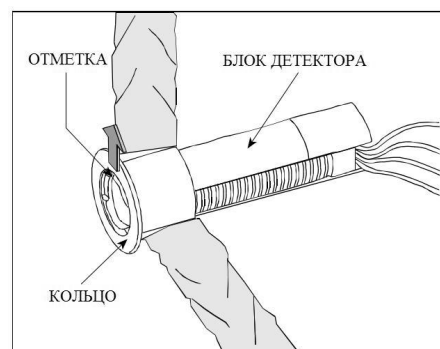

Рисунок 1 - Установка с кольцом (модели SPY 1 и SPY 2)
2. Держите блок детектора с боковых сторон. Аккуратно установите кольцо на детектор и отрегулируйте его положение так, чтобы передняя часть детектора и кольцо находились на одной линии (Рисунок 1).
5. Установите детектор так, чтобы отметка на его передней части находилась сверху (Рисунок 1).